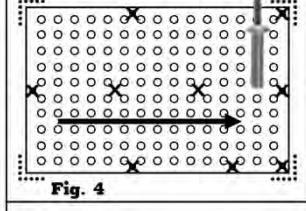

Fig. 4
6. Insert drive pins in all remaining holes and hammer them in moving across the tile in one direction. (Fig. 4) **NOTE:** Only drive the pin so that it is even with the head of the anchor.
6. Inserte los pasadores de impulsión en todos los hoyos y martíllelos moviéndolos a través de la baldosa en una sola dirección. (Fig. 4) **NOTA:** Martille el pasador sólo hasta que esté parejo con la cabeza del anclaje.